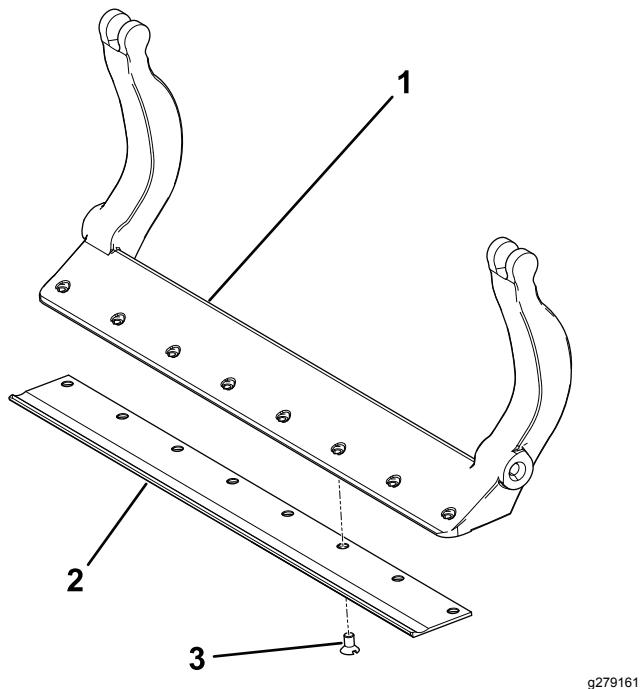

Figure 33
3. Appliquez du produit antigrippant sur les vis et montez la contre-lame sur la barre d'appui comme suit (Figure 33) :
- A. Serrez les 2 vis à extérieures à 1 N·m ; voir Figure 33.
- B. En partant du centre de la contre-lame, serrez les vis à un couple de 23 à 28 N·m ; voir Figure 33.